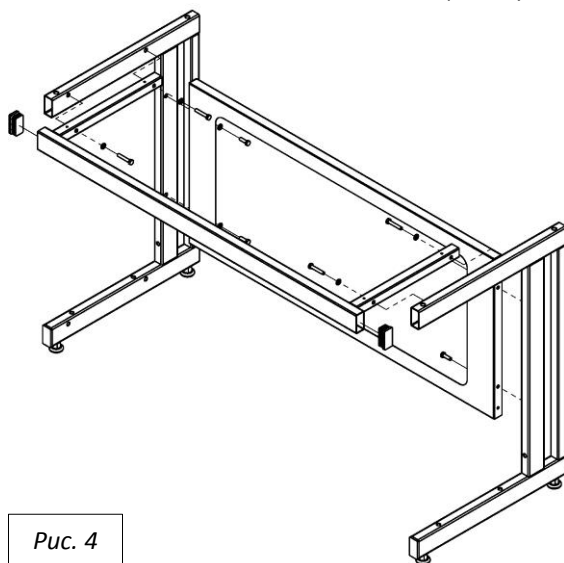

Рис. 4
4. Вставьте заглушки 60х30 в верхнюю раму каркаса (и в раму для высоких тумб, если их предполагается устанавливать) (Рис. 4)
5. Соедините боковины с верхней рамой и задней панелью каркаса, используя болты М8х45 (для рамы), болты М8х25 (для панели), шайбы 8 и предусмотренные в боковинах заклёпки-гайки М8 (Рис. 4)